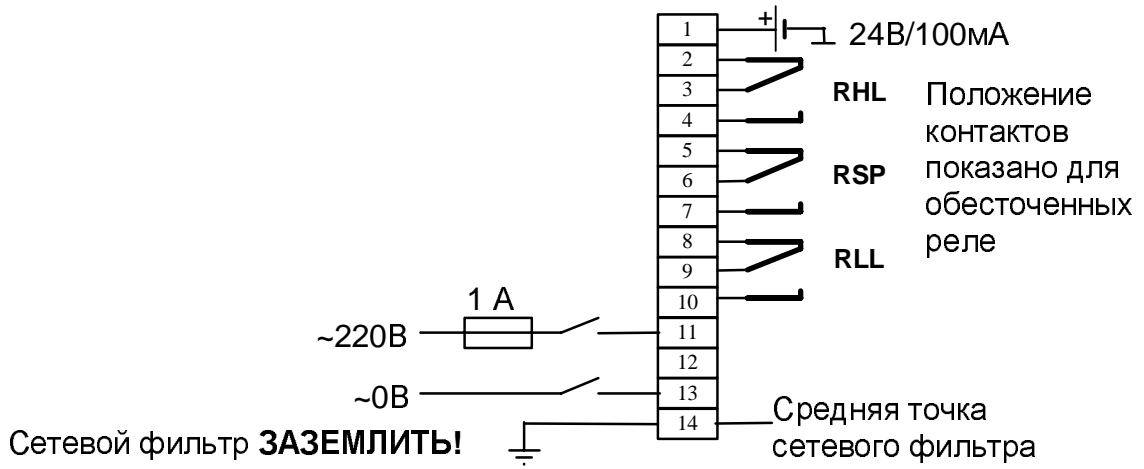

Рисунок 4.1
4.2.8 Схемы подключения к клеммным соединителям показаны на рис. 4.1.